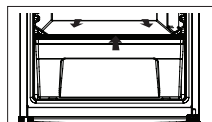

Fig. 3
- Levante el extremo frontal de la tapa del compartimento de verduras y extráigala completamente. (Aplica solo para CR 152). Ver Fig.3.